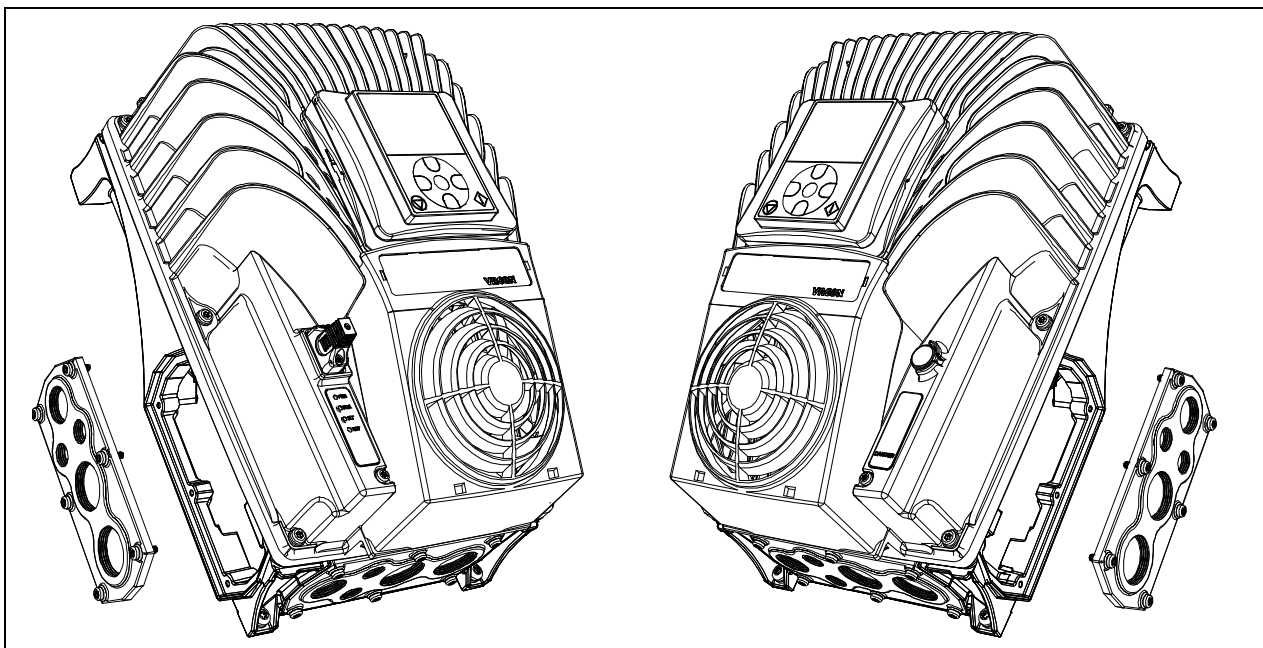

Figure 46. Débrancher la plaque d'entrée de câble : exemple pour MM5.
- Retirer la plaque d'entrée de câble du convertisseur de fréquence à gauche si le disjoncteur est à monter de ce côté. Dans le cas contraire, retirer la plaque d'entrée de câble à droite. Voir la Figure 46.